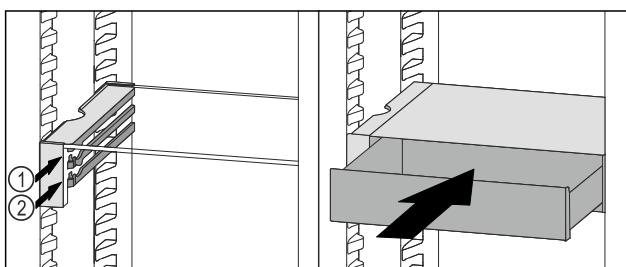

Fig. 63
- Поставете чекмеджето на VarioSafe зад ограничителите върху желаното ребро Fig. 63 (1) или Fig. 63 (2).